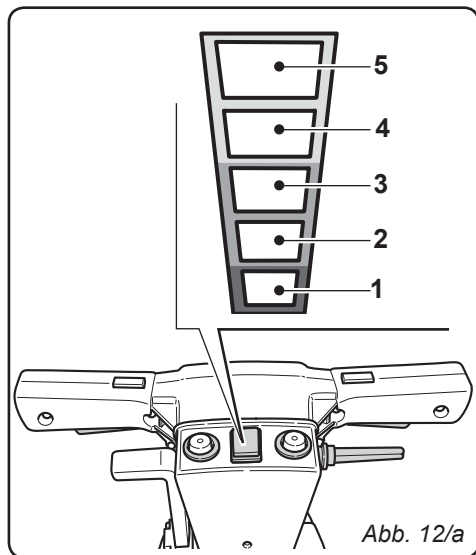

Abb. 12/a
9.1.f - Betriebsstundenzähler (Abb. 12/a)